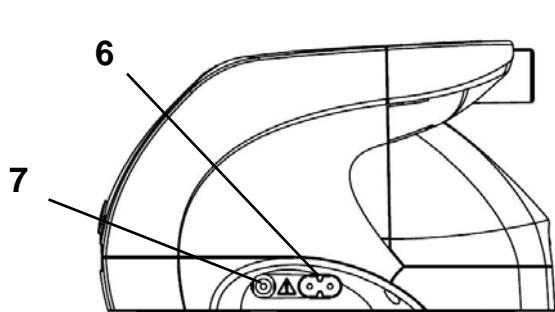

Figura 4 – Imagem do painel direito
Verifique se o equipamento Sandman Duo™ ou Sandman DuoST™ e o cabo eléctrico destacável não apresentam nenhum defeito aparente. Ligue uma extremidade do cabo eléctrico à entrada de alimentação do aparelho (ponto 6 da Figura 4, página 95) e a outra extremidade à tomada eléctrica, seguindo as instruções descritas na secção "Instalação normal do equipamento" (página 98). O equipamento encontrar-se-á no mesmo modo (ligado/stand-by) em que se encontrava quando foi desligado da tomada eléctrica da última vez.
4. Ligue o cabo eléctrico destacável à entrada de alimentação, situada no lado direito do equipamento (ponto 6 da Figura 4 na página 95).
4. Ligue o cabo de alimentação da bateria à entrada da bateria externa do aparelho (ponto 7 da Figura 4 na página 95).
4. Ligue o cabo da tomada de isqueiro à entrada da bateria externa do aparelho (7 da Figura 4 na página 95).